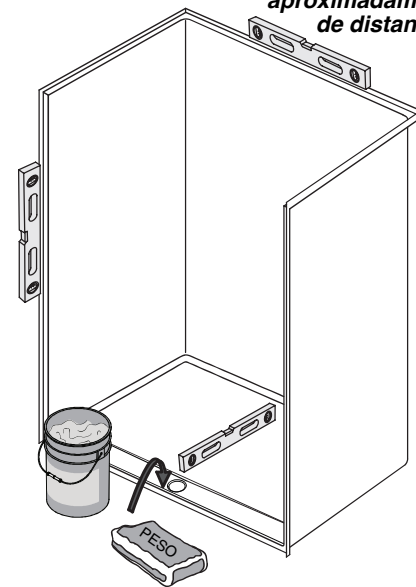

Figura 8
- 7** Coloque 50 libras de peso como se muestra en la figura 8 para asegurarse de que la unidad hace contacto con la resina epóxica.